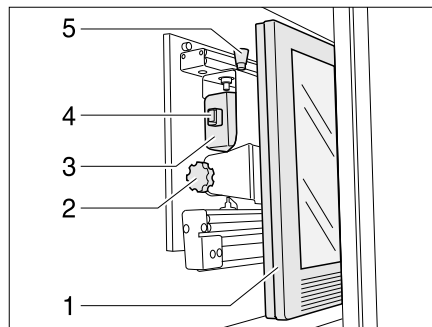

Fig. 136 Meuble télévision
- Appuyer sur le bouton de déverrouillage (Fig. 136,5) et tirer le support de l'écran plat jusqu'à la butée vers l'avant, à l'aide de la poignée (Fig. 136,4).
- Tirer le bouton de déverrouillage (Fig. 136,1) et faire pivoter l'écran plat (Fig. 136,2) dans la position souhaitée.
- Desserrer la vis moletée (Fig. 136,3).